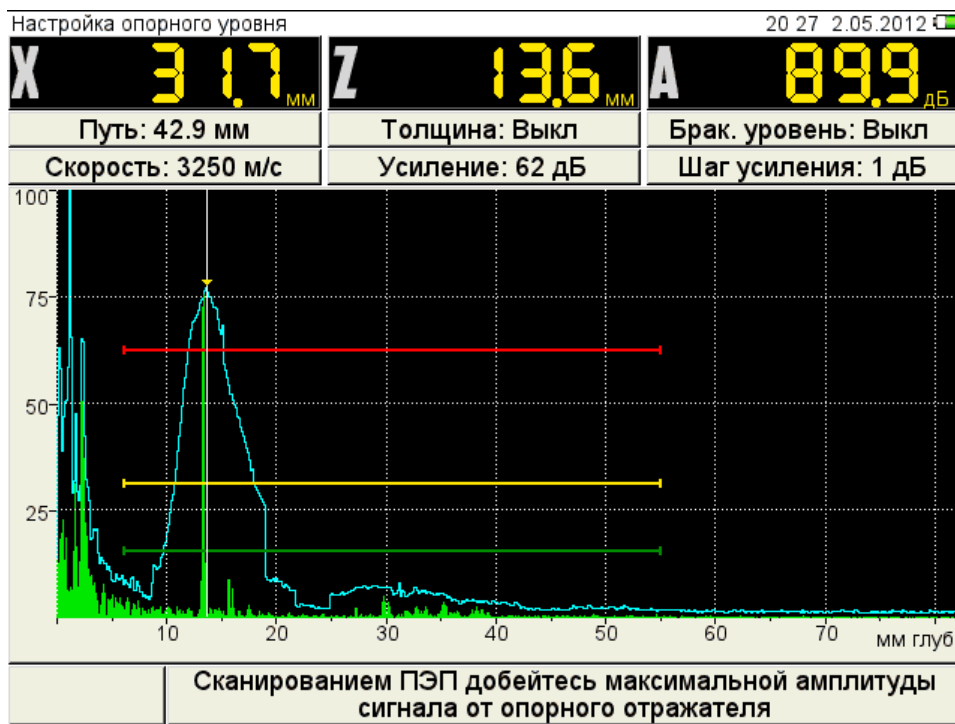

Рисунок 15
- перейти на параметр «Опорный уровень» и включить его нажатием клавиши **Enter**. Откроется окно настройки опорного уровня (рисунок 15);